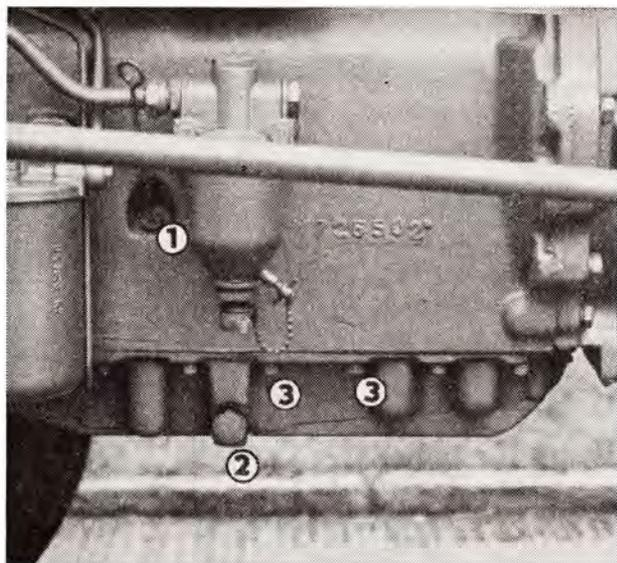

Abb. 10
Die Kontrolle der richtigen Ölmenge wird mittels eines Ölmesstabes, der an der linken Seite des Motorgehäuses (Abb. 10/1) angebracht ist, durchgeführt. Das Öl wird aus dem Motor mittels einer Ablassschraube an der linken Motorseite am unteren Deckel (Abb. 10/2) abgelassen.
1. Aus dem Kurbelkasten ist das Öl abzulassen (Abb. 10/2).
2. Einundzwanzig Schrauben M 10 und drei Schrauben M 8 des unteren Deckels des Kurbelkastens (Abb. 10/3) sind auszuschauben und der Deckel ist abzunehmen.